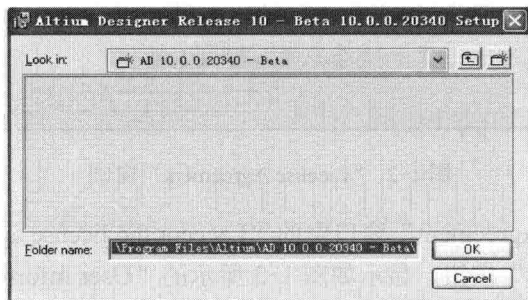

图 1-5 安装路径选择对话框
(5) 在“Destination Folder”窗口中的“Destination Folder”区域显示了即将安装 Altium Designer Release 10 的安装路径，若想更改安装路径，可单击“Browse”按钮，打开如图 1-5 所示的安装路径选择对话框。